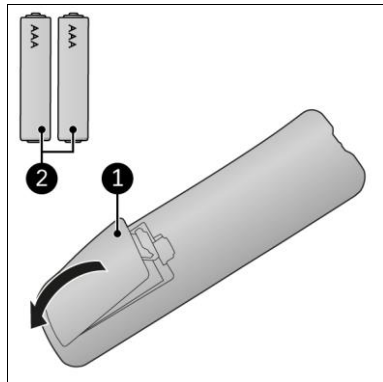

Figura 16
1. Scoateți capacul (Figura 16, poz. 1).
3. Introduceți două baterii (AAA 1,5 V) (Figura 16, poz. 2) în compartimentul pentru baterii, conform indicațiilor. Asigurați-vă că introduceți bateriile în mod corect.